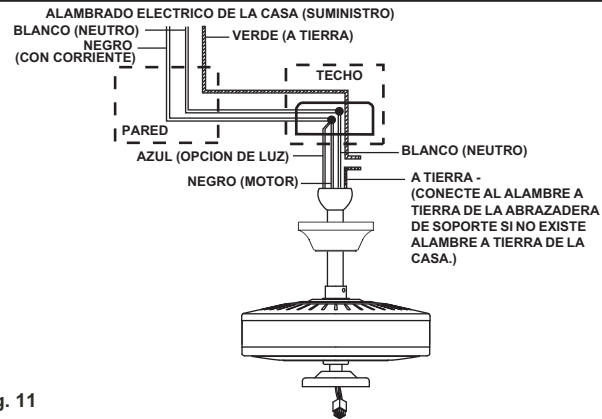

Fig. 11
**Paso 1.** Conecte el Alambre Negro (corriente) de la caja de distribución a los alambres negro y azul del ventilador. Conecte el alambre Blanco (neutral) de la caja de distribución con el alambre blanco del ventilador. (Fig. 11).